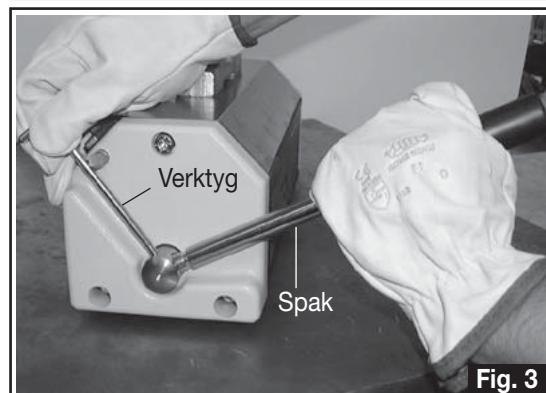

Fig. 3
- D) För in spaken i det avsedda gängade sätet och dra åt den helt (fig. 3).